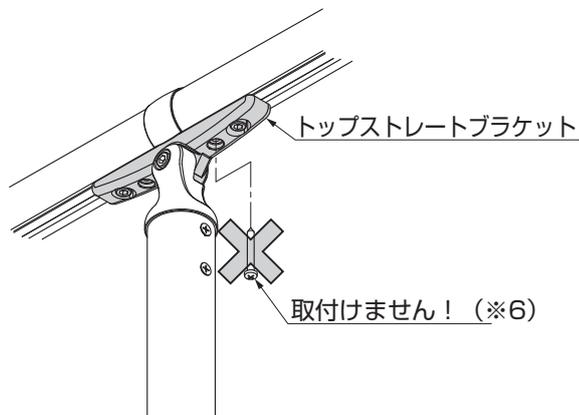

図7-2 グリップライン取付説明書（取説コード C310）P21
- 渡り配線が通過するストレートブラケットは、グリップライン取付説明書（取説コードC310）P21の「3.手すりビームの抜け止め防止」で使用している $\phi 4 \times 35$ ナベテックスネジ（※6）を取外してください。取付けた場合配線のかみ込みによる感電、漏電のおそれがあります。（図7-2参照）